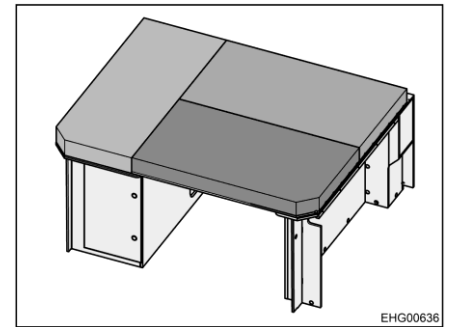

Bild 49 Bakre säng (ombyggnad för sänggående)
- Lägg ut dynorna enligt Bild 49 på sängytan.